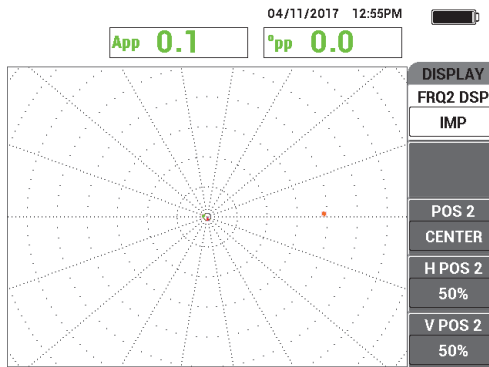

図 5-178 周波数 2 表示メニュー
2. 表示メニューキーを () 2 回押して **FRQ2 表示メニュー**（257 ページの図 5-178 参照）を表示します。